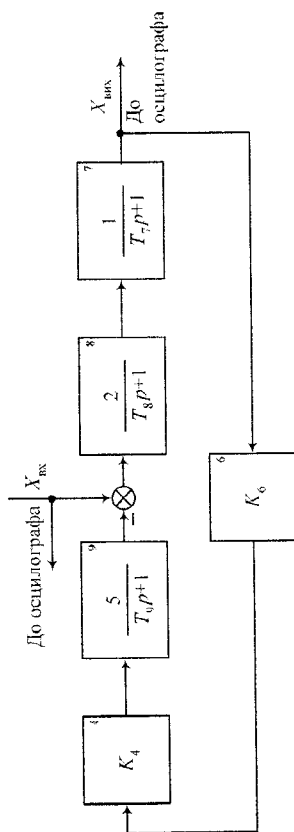

Рис. 6
5. Зібрати модель замкнутої системи стабілізації за схемою, що зображена на рис. 6, задати $K_6 = 1$ (значення параметрів інших ланок задати згідно з п. 2).